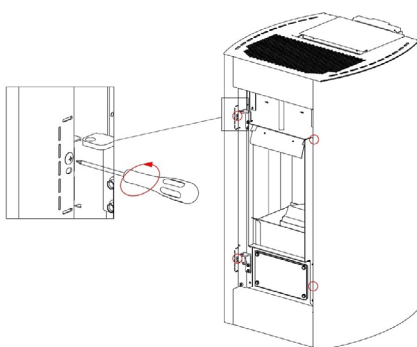
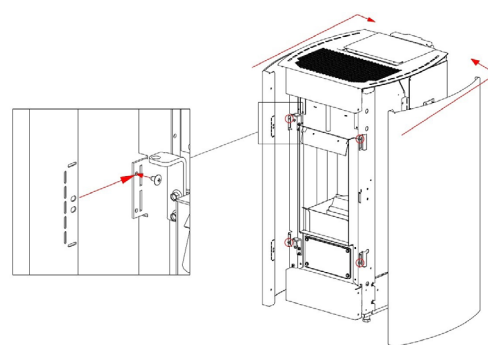

Fig. 41 - Verwijder de schroeven
Fig. 42 - Verwijdering zijpanelen
- Draai de 6 schroeven vooraan los en verwijder de zijpanelen (zie **Fig. 41 op pag. 22** en **Fig. 42 op pag. 22**).